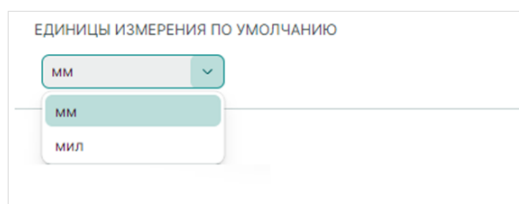

Рис. 83 Выбор единиц измерения
- Выберите и переключите используемые единицы измерения с помощью выпадающего списка в поле «Единицы измерения по умолчанию», см. Рис. 83.